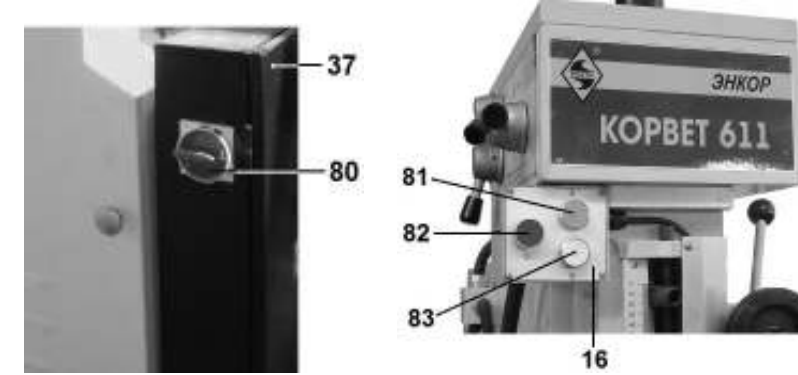
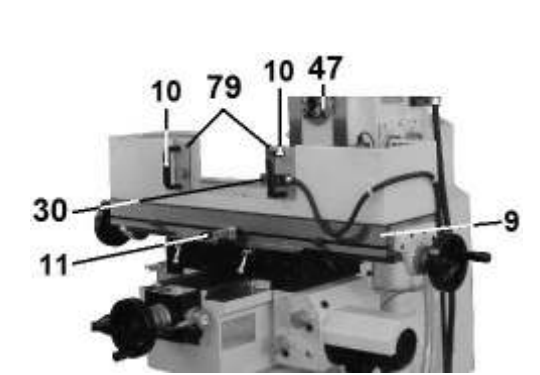

Рис. 26
Рис. 27
- 10.1.1. Для включения станка необходимо на шнуре питания станка (35) смонтировать соответствующую электрическую вилку, п. 5.1.1. Перед тем как подключить электрическую вилку станка к питающей розетке, проверьте и при необходимости переведите переключатель (80) на электрораспределительном щитке (37) в положение **ВЫКЛ (O) (OFF)** (Рис. 26). Закройте защитные экраны (79), для чего сомкните ручки (10) до срабатывания концевого выключателя (30) (Рис. 27).
**Внимание:** Станок оборудован концевым выключателем. При открытых шторках защитного экрана (79) блокируется включение вращения шпинделя (13) (Рис. 27).
10.1.2. Проверьте и при необходимости переведите в среднее положение ручку автоматической подачи стола (11) рабочего стола (9) (Рис. 27).
### 10.2. Включение вертикального шпинделя (Рис. 26, 27).
10.2.1. Для включения вращения вертикального шпинделя (13) необходимо переключатель (80) перевести в положение **ВКЛ (I) (ON)**, после чего нажать на щитке выключателей вертикального шпинделя (16) на зелёную кнопку (81). Для выключения вращения шпинделя необходимо нажать на красную кнопку (82). Для включения реверсивного вращения вертикального шпинделя (13) необходимо нажать на белую кнопку (83). Символы направления вращения вертикального шпинделя (13) обозначены на лицевой панели щитка выключателей (16) (Рис. 26).
### 10.3. Включение горизонтального шпинделя (Рис. 27, 29)